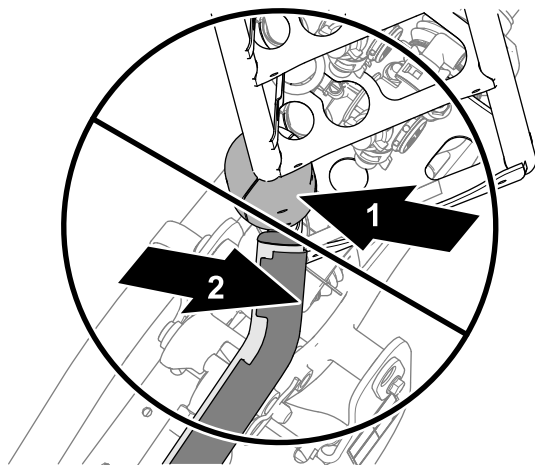
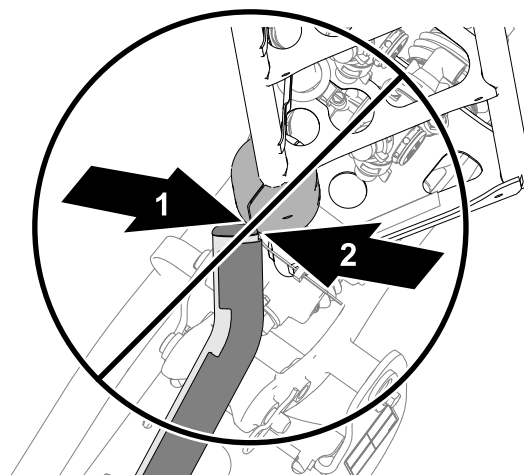
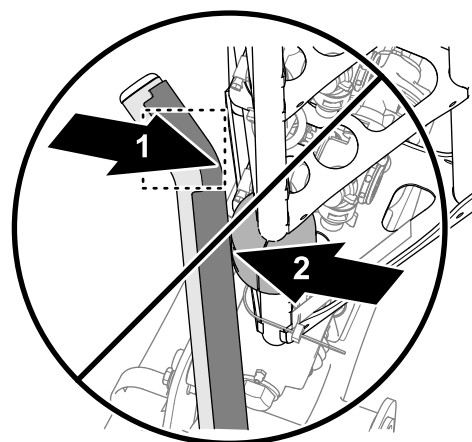

Рисунок 6
Рисунок 7
Рисунок 8
5. Если какая-либо верхняя труба опоры не выровнена относительно подвижного блока, как показано на Рисунок 6, Рисунок 7 или Рисунок 8, отрегулируйте положение опоры; см. раздел Выравнивание опор относительно наружных стрел (страница 93).